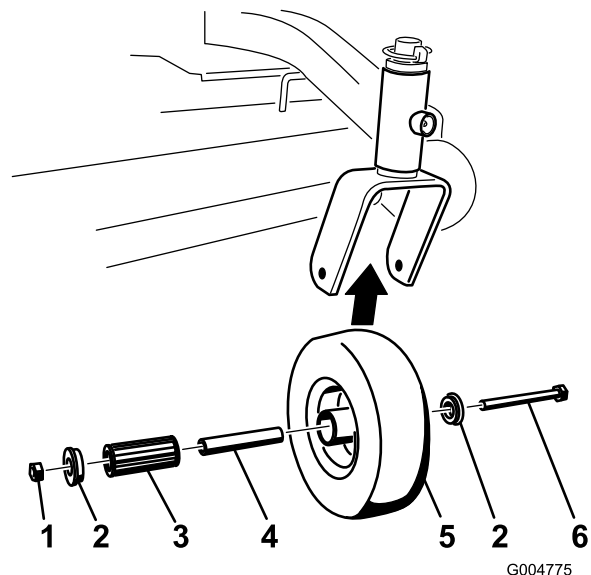

Figura 39
1. Retire a porca de bloqueio e parafuso da roda que prendem a roda giratória à forquilha da roda (Figura 39).
2. Retire um casquilho e, em seguida, empurre o casquilho de vara de ligação e rolamento de rolo para fora do cubo da roda (Figura 39).
3. Retire o outro casquilho do cubo da roda e limpe qualquer lubrificante e sujidade do cubo da roda (Figura 39).
**Nota:** Substitua qualquer peça com defeito ou desgaste (Figura 39).
**Nota:** Lubrifique o rolamento de rolo e casquilho de vara de ligação e deslize-os para o cubo da roda. Coloque o segundo casquilho no cubo da roda (Figura 39).
**Nota:** Aperte a porca de bloqueio até que a parte inferior do casquilho de vara de ligação encoste ao interior das forquilhas da roda giratória (Figura 39).